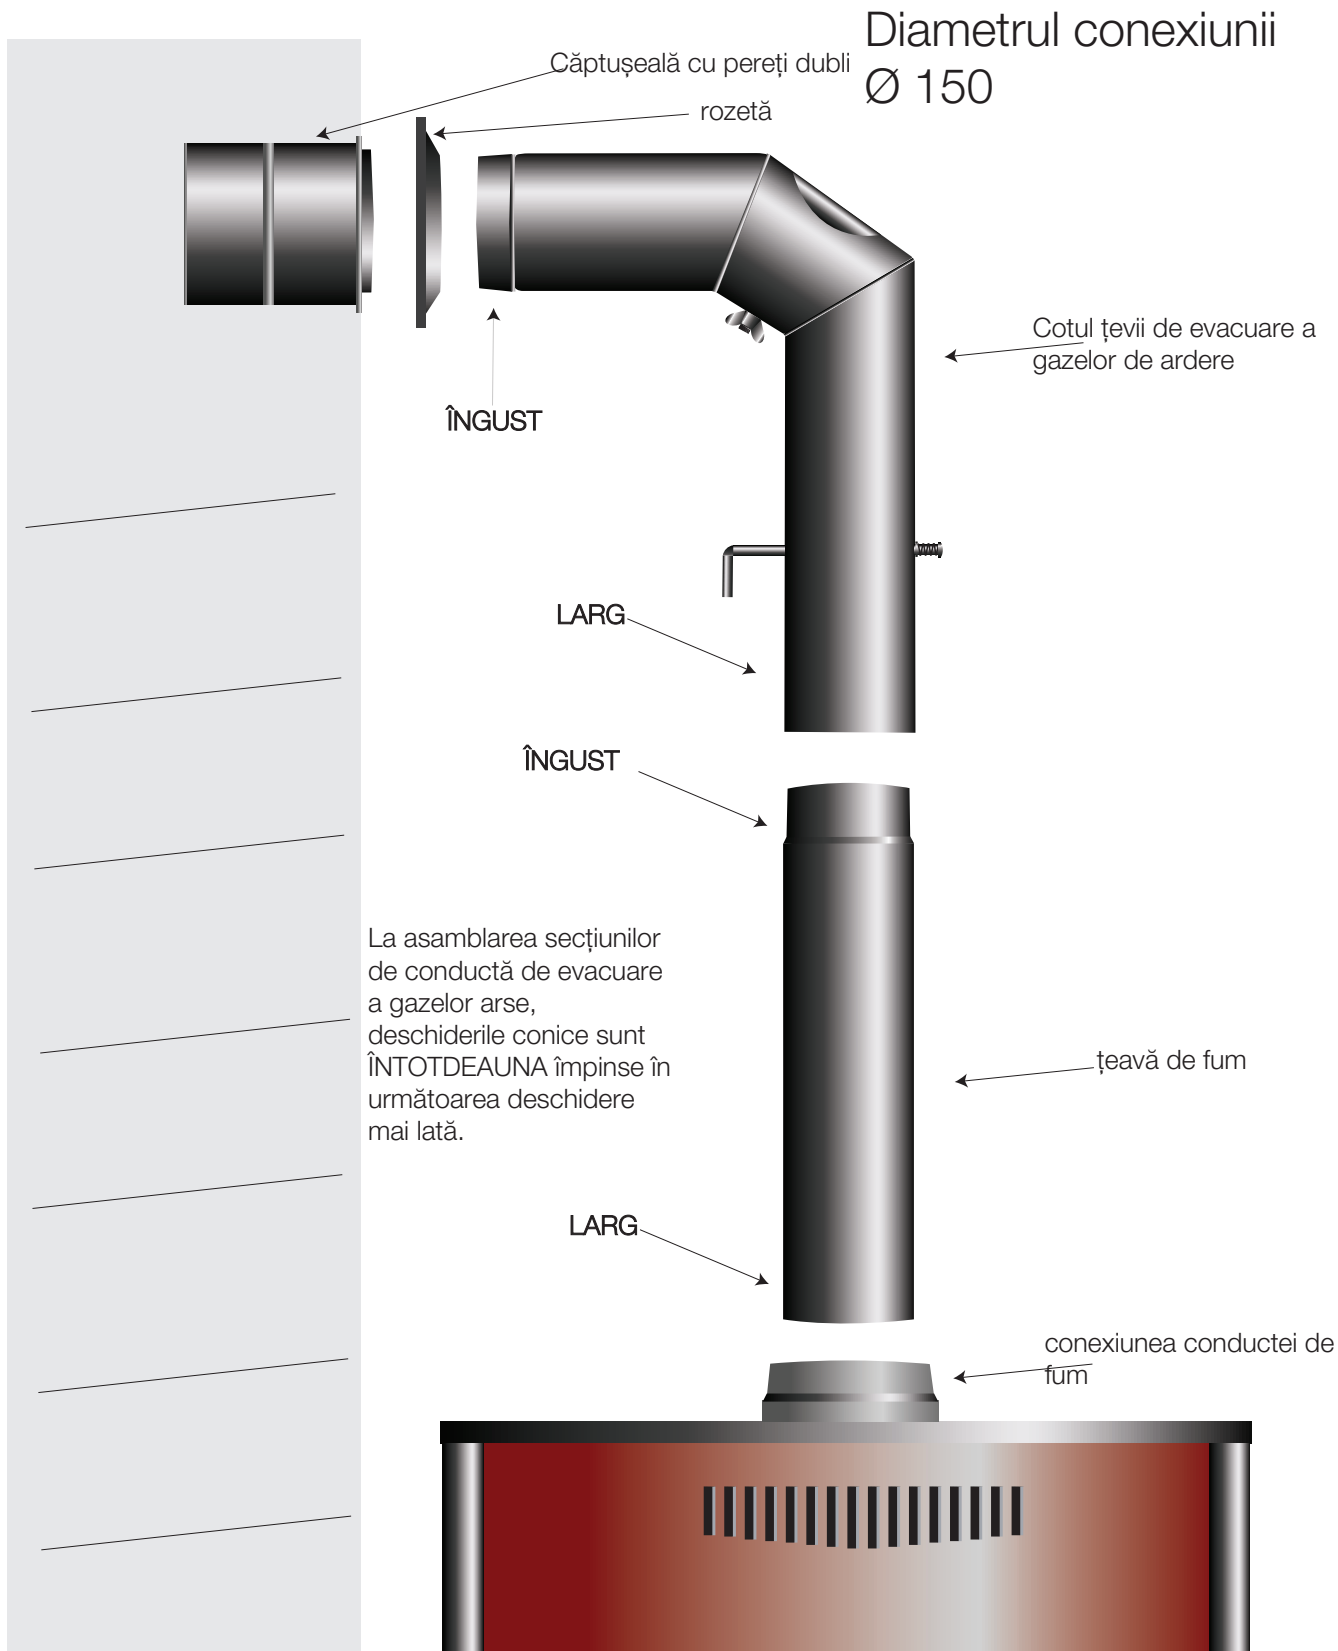

Figura 5 Conectarea sobei pe lemne la coșul de fum
6. Figura 5 Conectarea sobei șemineu la coșul de fum	Pagină 7